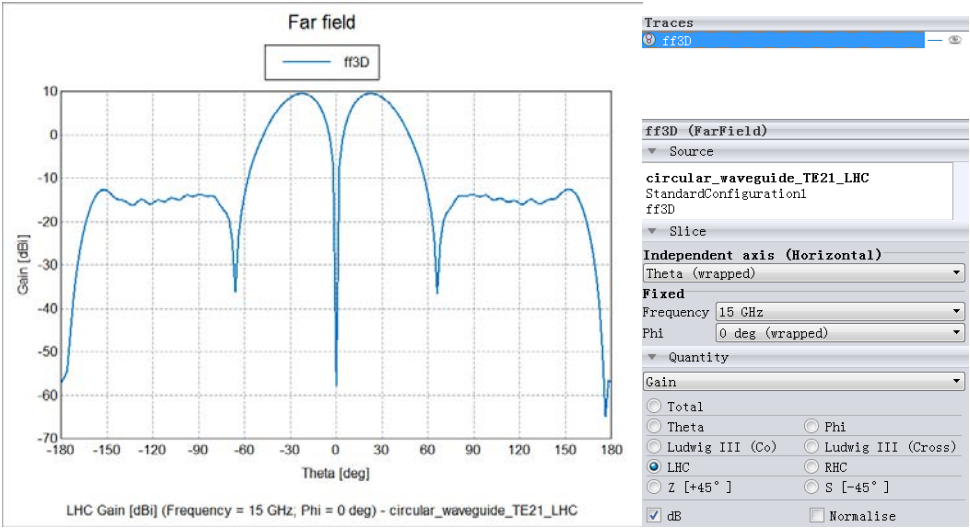

图 5-97 XOZ 平面辐射方向图(左旋圆极化)
- (2) 提交计算
- (3) 后处理显示结果
- (4) 显示 2D 结果
- 然后，勾选“dB”复选框，选中“LHC”单选按钮，如图 5-97 所示。